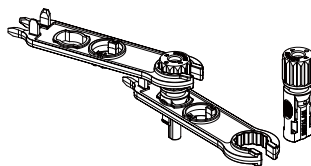

Рис. 3.5. Разъём с навинченной гайкой
- с) Вставьте контакт в корпус разъёма и навинтите гайку (рис. 3.5).